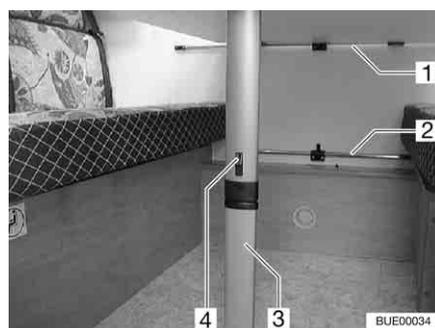

Bild 65 Hängetisch mit Knickfuß
- Die Arretierung (Bild 65,4) in Richtung Tischplatte schieben.
- Unteres Fußteil (Bild 65,3) um 90° umklappen.
- Den Hängetisch aus der oberen Einhängeschiene (Bild 65,1) aushängen.
- Den Hängetisch in die untere Einhängeschiene (Bild 65,2) einhängen und auf dem Tischfußgelenk abstellen.